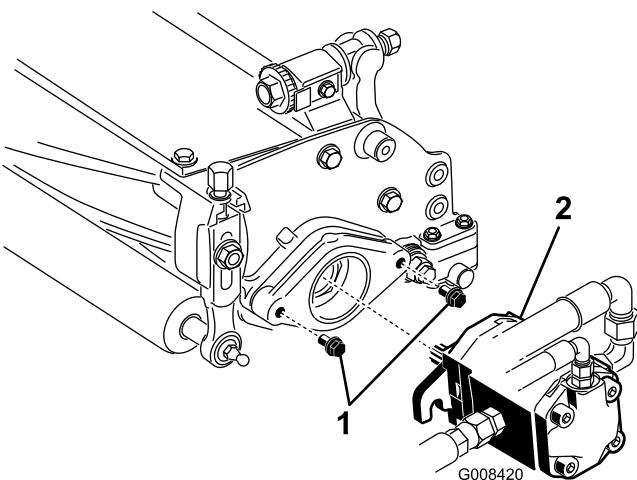

Figura 12
expuesta 13 mm aproximadamente de rosca en cada tornillo de montaje (Figura 12).
10. Recubra de grasa limpia el eje del motor e instale el motor girándolo en el sentido de las agujas del reloj de manera que las bridales del motor no choquen con los pernos. Gire el motor en el sentido contrario a las agujas del reloj hasta que las bridales se enganchen en los pernos (Figura 12).
11. Apriete los pernos de montaje (Figura 12).